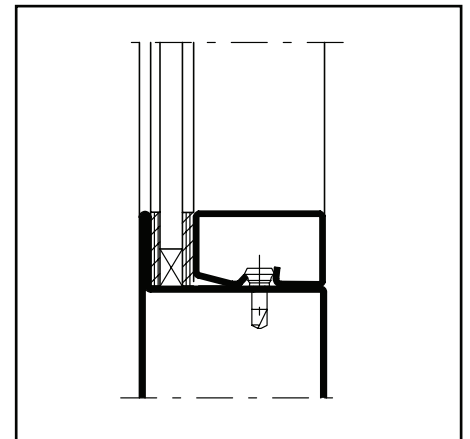

Abb. 13 / Fig. 13 / Fig. 13
3. Dichtungsband auf Glasleisten kleben und Glasleisten aufklipsen (Abb. 13)
3. Coller la bande d'étanchéité sur les parclozes et clipser les parclozes (fig. 13)
3. Stick the distance strip to the glazing bead and clip the glazing bead in place (fig. 13)